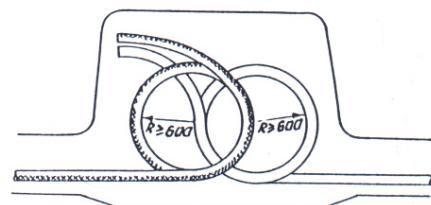

Рис. 1. Выкладка концов кабеля для монтажа в тупиковых муфтах.
3.1. При соединении кабелей в тупиковых муфтах концы обоих кабелей выкладываются кольцами на дне котлована так, чтобы их внутренние радиусы были не менее 600 мм (рис. 1). Ножковкой обрезаются лишние длины кабелей. Концы кабелей на длине 400 – 500 мм очищаются от пыли и грязи ветошью, смоченной в бензине.